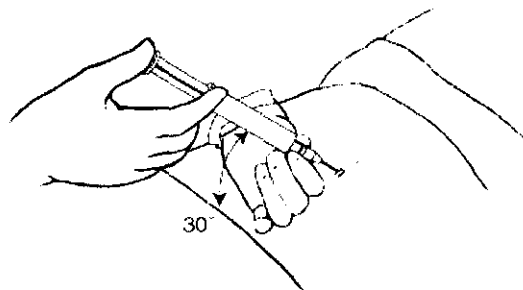

FIGURA 5
2. Confirme la penetración en el espacio epidural utilizando métodos estándar como la técnica de pérdida de resistencia (Figura 5).